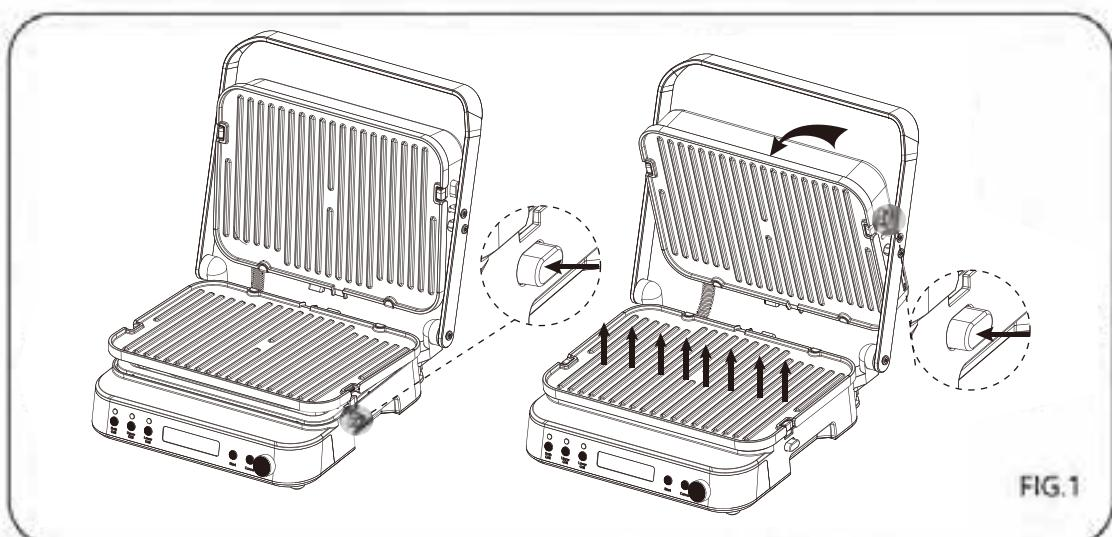
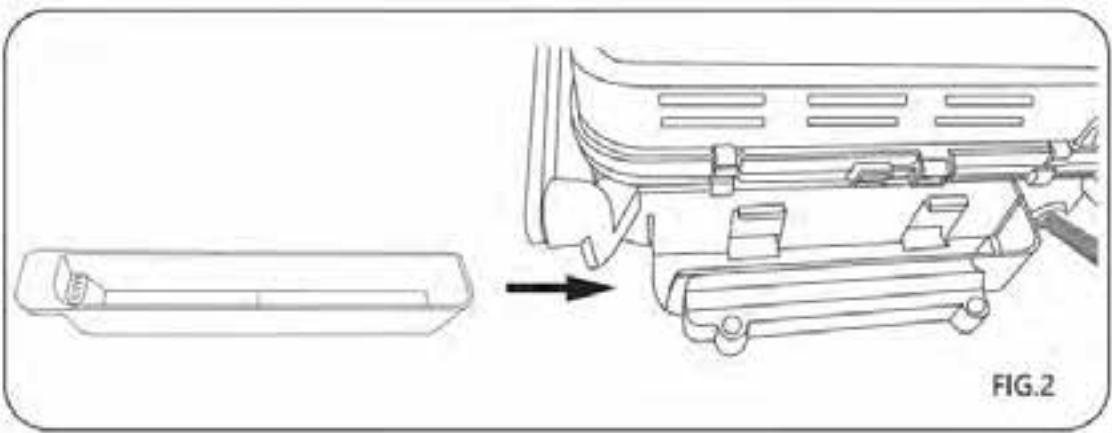

FIG.1
FIG.2
2. Entfernen Sie die Grillplatte, indem Sie die Taste . "Entriegeln" drücken und sie herausnehmen.(FIG.1)
5. Achten Sie darauf, dass die Tropfschale an der Rückseite des Geräts richtig eingesetzt ist.(FIG.2)
1.Wenn das Vorheizen beendet ist, bewegen Sie die obere Abdeckung mit dem Griff in die geöffnete Position (wie in Bild 1), tragen Sie den Ofenhandschuh, drücken Sie die obere Abdeckung auf Höhe des Griffes (wie in Bild 2) und drücken Sie dann den Griff und die obere Abdeckung in die flache Position (wie Bild 3);